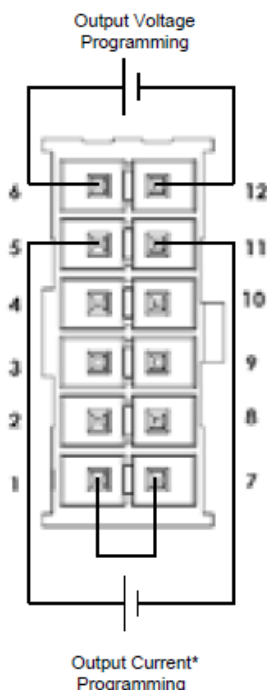

Рисунок 6-1: J1 - подключение для дистанционного программирования напряжения
1. Подключения для аналогового программирования напряжения см. Рис. 6-1.